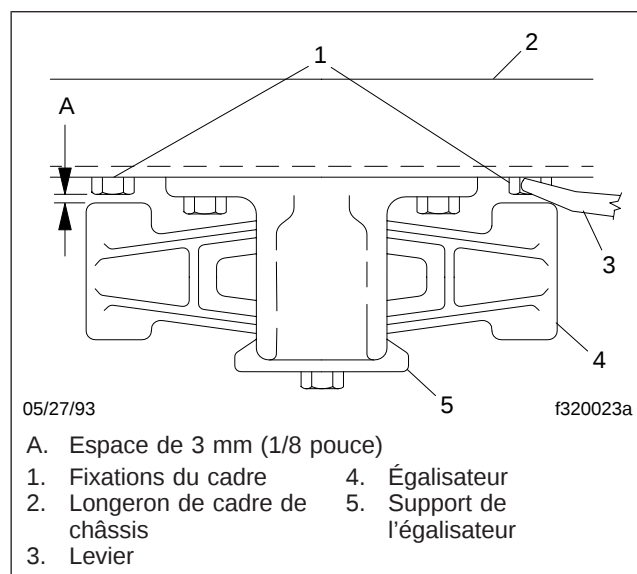

Fig. 5, Vue supérieure de l'égaliseur
7. Lorsque le véhicule est déchargé, tentez de déplacer l'égaliseur d'un côté à l'autre à l'aide d'un levier entre l'égaliseur et le longeron de cadre de châssis. Appliquez uniquement une pression de la main. Voir la **figure 5**. Si l'espace entre le bloc égaliseur et tout composant ou fixation du cadre est moins de 3 mm (1/8 pouce), remplacez les douilles de l'égaliseur. Reportez-